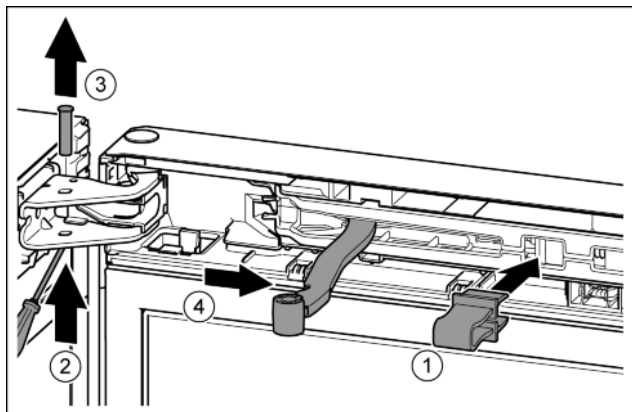

Fig. 9
- Zabezpieczenie zazębić w otworze. Fig. 9 (1)
- Sworznie wysunąć przy pomocy śrubokręta. Fig. 9 (2)
- Sworznie wyjąć w górę. Fig. 9 (3)
- Przegub obrócić w kierunku drzwi. Fig. 9 (4)